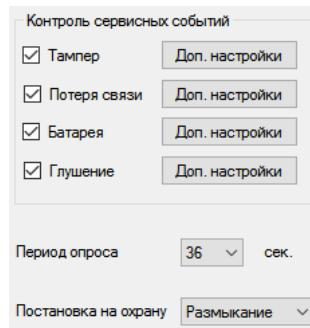

РИС. 23. Меню настройки сервисных выходов вкладке «Радиошлейфы»
Будьте внимательны с настройками разных датчиков и их привязкой к зонам! Охранный датчик открытия двери/окна может быть настроен для работы в бистабильном режиме. Зона, в которую приписан такой датчик будет менять свое состояние в зависимости от состояния бистабильного датчика. Если зона, к которой приписаны датчики, работающие в импульсном режиме, и датчики, работающие в бистабильном режиме, активирована бистабильным датчиком, то сработки импульсных датчиков будут игнорироваться до тех пор, пока бистабильный датчик не войдет в нормальное состояние. Например, если к одной зоне приписаны датчики движения, всегда работающие в импульсном режиме, и датчик открытия двери, настроенный на работу в бистабильном режиме, то в случае, если дверь была открыта, но не была закрыта — зона активируется и тревоги от датчиков движения приемником не воспринимаются! Если в помещении зафиксировано движение, а дверь при этом закрыта (бистабильный датчик в нормальном состоянии, зона не активна), то тревога, переданная датчиками движения, будет принята, охранная зона выдаст сработку. Не забывайте, чем больше период опроса (РИС. 23) датчиков в секундах (изменяется в интервале 12–300с, по умолчанию 36с) тем больше срок службы батареи на беспроводных датчиках! В то же время не рекомендуется использовать большой период опроса в критических к задержкам охранных системах, например, в финансовых учреждениях. Слишком большой период опроса увеличивает временной диапазон передачи статусов от датчиков, что влияет на оперативность реагирования системы охраны на сервисные события (на тревожные события система всегда реагирует мгновенно).
6.6. Четыре выхода (T, S, B, J) соответствуют сервисным зонам (РИС. 18). Сервисные зоны используются для передачи на централь служебной информации. Работа сервисных выходов настраиваемая (РИС. 23), они могут быть импульсными или бистабильными. Предусмотрена возможность полного отключения сервисных выходов, если они не используются в охранной системе. Для отключения нужно убрать галочку из чекбокса напротив названия соответствующего выхода в конфигураторе (РИС. 23).